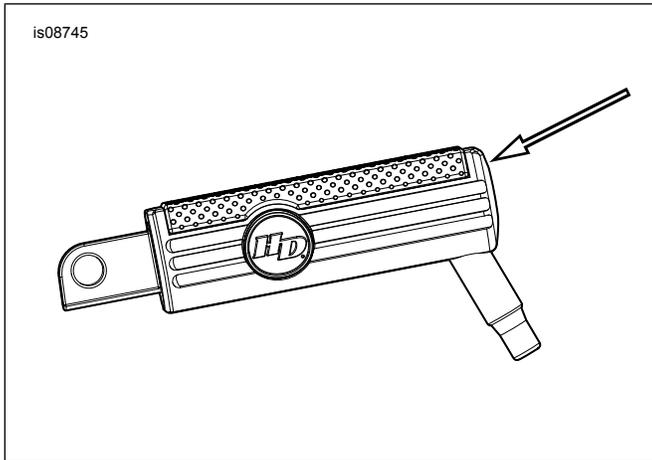

Figure 2. Vis d'ajustement du repose-pied
1. Voir la Figure 2. Retirer la cheville d'usure existante du repose-pied.